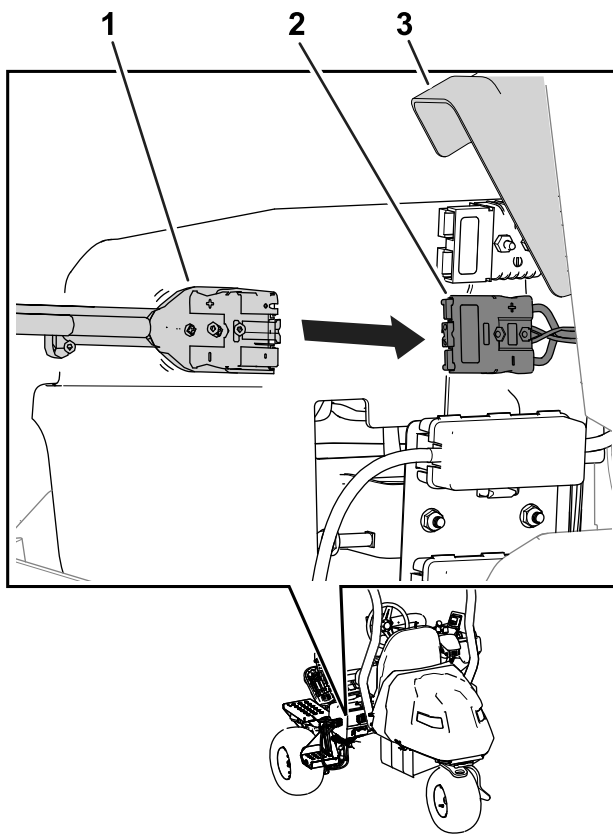

図 41
7. コネクタカバーを持ち上げ、充電器の出力コネクタを機械の充電コネクタに接続する (図 41)。